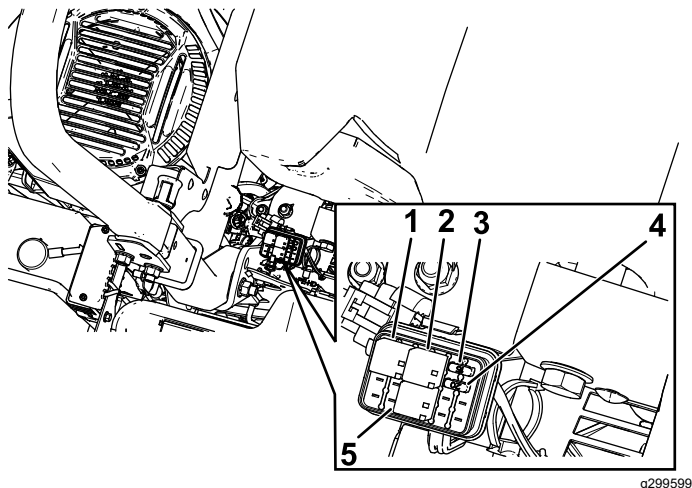

Figura 55
2. Instale un fusible nuevo (Figura 55).